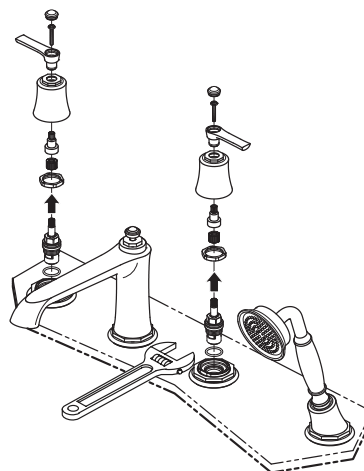

Fig. 8.2
- Nettoyer le joint torique de la cartouche ou changer la cartouche si elle est endommagée (fig. 8.2).
- Clean the cartridge o-ring or replace the cartridge if damaged (fig. 8.2).